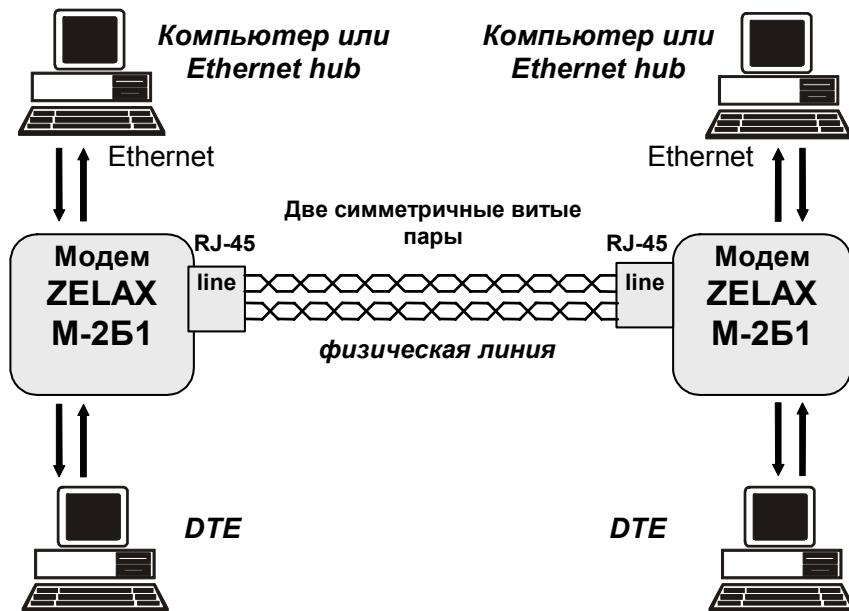

Рис. 10. Схема соединения модемов
Схема соединения модемов для организации дуплексного канала связи приведена на Рис. 10. Назначение контактов линейного разъёма приведено в приложении (см. Приложение 1). В качестве линейного разъёма применяется восьмиконтактная вилка **RJ-45**.
1. Соединить модемы в соответствии со схемой, приведенной на Рис. 10